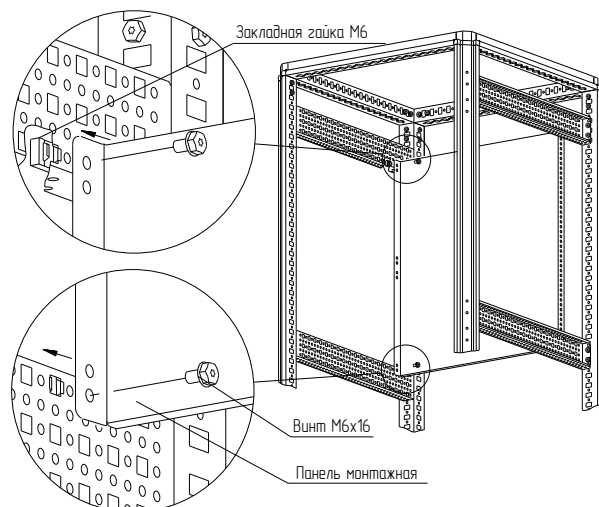

Рисунок 18
– вариант 3. Набором «закладная гайка М6 – винт М6×16 – шайба 6». Установить закладные гайки в квадратные отверстия реек монтажных и закрепить панель монтажную частичную винтами М6×16 с шайбами 6 (рисунок 18). Момент затяжки – 7 Н·м. Набор крепежа приобрести отдельно.